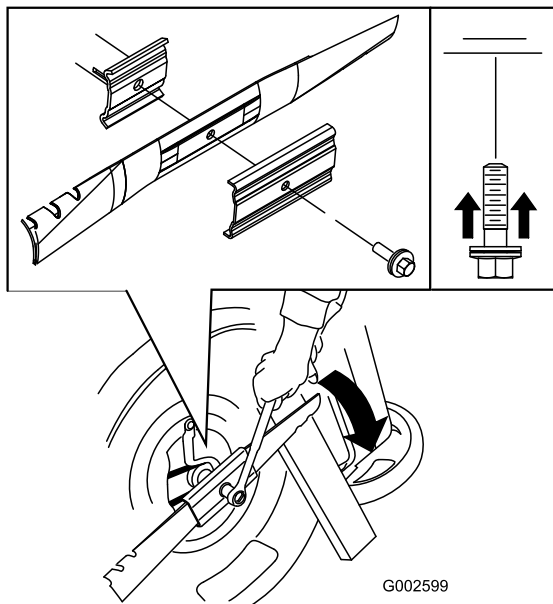

Figura 51
3. Utilice un bloque de madera para inmovilizar la cuchilla (Figura 51).
4. Retire la cuchilla, conservando todos los herrajes de montaje (Figura 51).
5. Instale la cuchilla nueva y todos los herrajes de montaje (Figura 51).